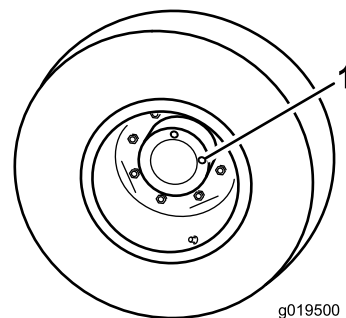

Bild 61
1. Wenn die Maschine auf einer ebenen Fläche steht, positionieren Sie das Rad so, dass eine Prüfschraube auf 12 Uhr und die andere auf 3 Uhr steht (Bild 61).
1. Prüf-, Ablassschraube (2)
2. Entfernen Sie die Schraube, die auf 3 Uhr steht (Bild 61).